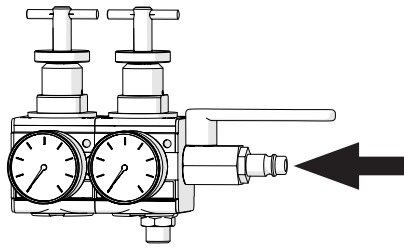
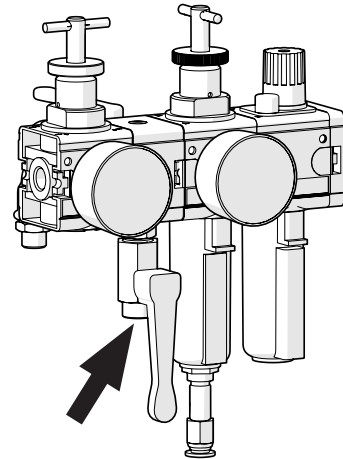

Abb. 22:
Abb. 23:
2. Schließen Sie die Druckluftzuleitung am Drucklufteingang des Druckluftreglers (siehe Abb. 22) oder der Wartungseinheit (siehe Abb. 23) – je nach Ausführung – an.